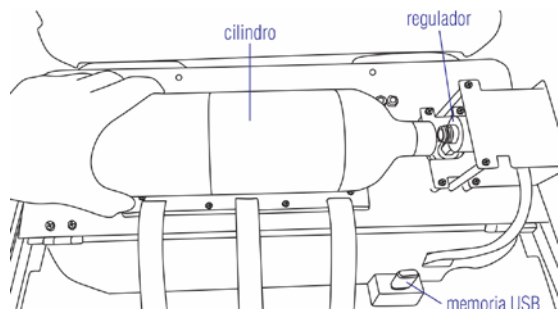

Fig. 5
- c) Conectar el cilindro al regulador de gas enroscándolo hasta que haga tope (Fig. 5 y 6).